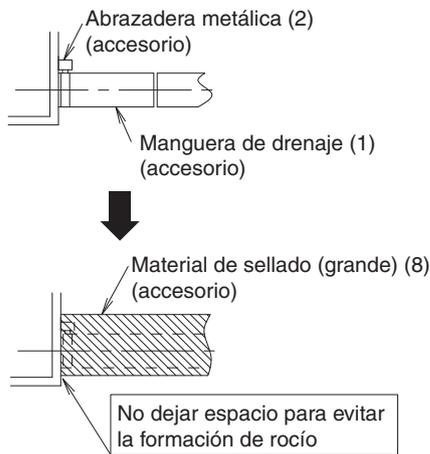
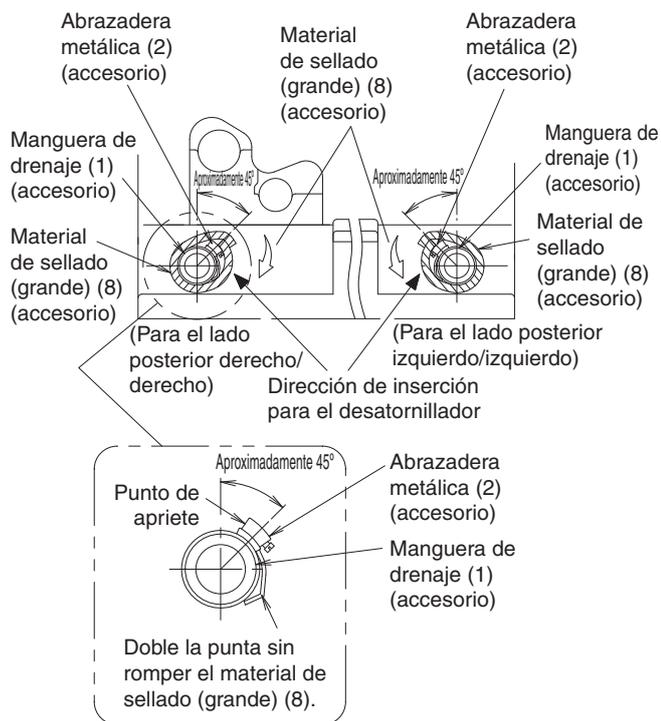

Fig. 25
Fig. 26
- Asegúrese de utilizar la manguera de drenaje suministrada (1) y la abrazadera de metal (2). Introduzca la manguera de drenaje (1) en la base del desagüe, y ajuste con firmeza la abrazadera metálica (2). **(Refiérase a la Fig. 25 y Fig. 26)** (Coloque la abrazadera de metal (2) de forma tal que la parte del ajuste esté en un ángulo de 45° aproximadamente, como se muestra en la **Fig. 26**.) (No adhiera la manguera de drenaje al desagüe. De lo contrario, no podrá realizarse el mantenimiento ni la revisión del intercambiador de calor y de otras piezas.)
- Doble el extremo de la abrazadera metálica (2) de manera que el material de sellado no forme una protuberancia. **(Refiérase a la Fig. 26)**
- Cuando coloque el aislante, doble el material de sellado (grande) (8) suministrado comenzando desde la base de la abrazadera metálica (2) y la manguera de drenaje (1), en la dirección indicada por la flecha. **(Refiérase a la Fig. 25 y Fig. 26)**